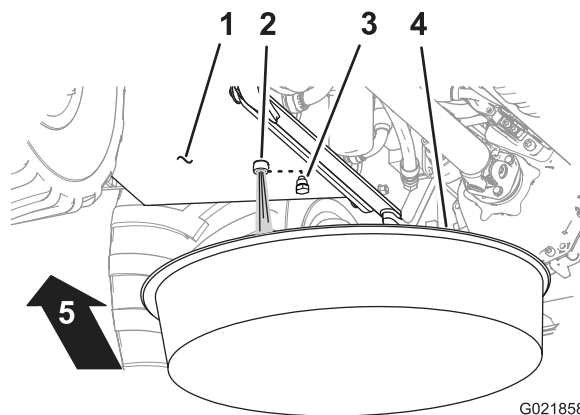

Рисунок 92
4. Установите сливной поддон с минимальной емкостью 75,7 л (20,0 кварты США) под пробку слива гидравлической жидкости из бака (Рисунок 92).
5. Снимите сливную пробку с бака гидросистемы (расположенную под баком) и слейте жидкость из бака (Рисунок 92).
7. Установите сливную пробку (Рисунок 92).